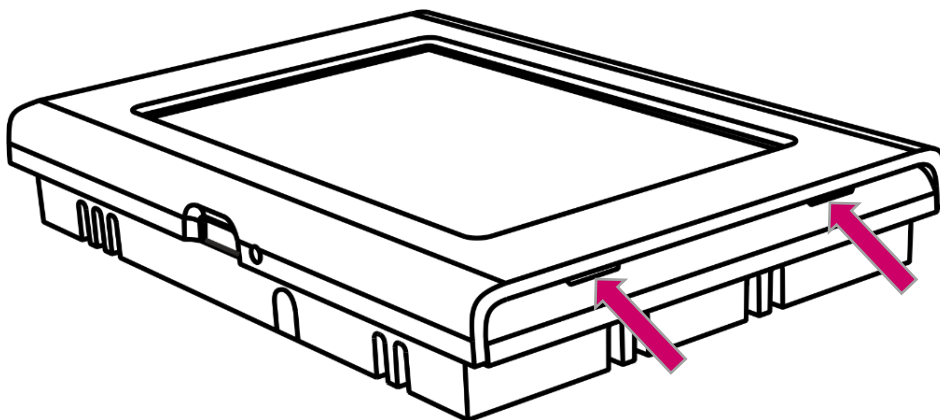

Рисунок 2 - Снятие задней крышки
2.2 Снимите заднюю крышку панели, для чего вставьте плоскую отвертку в зазор между верхней и нижней частью корпуса в выемки (Рисунок 2), слегка поверните и далее разъедините половинки корпуса.